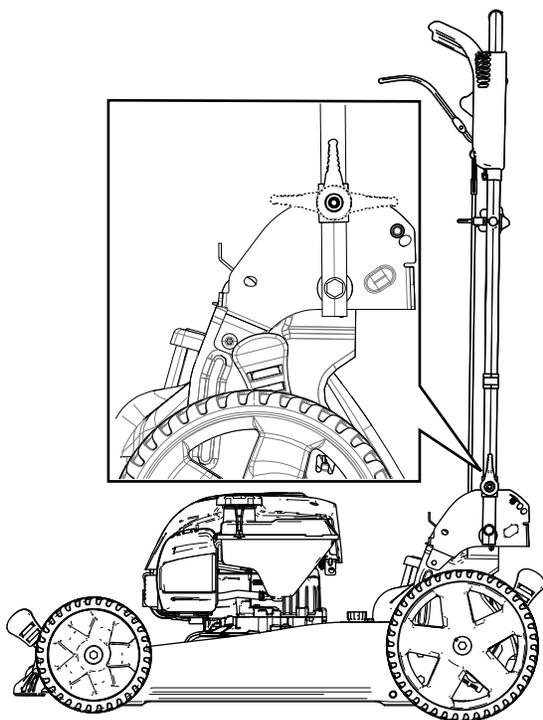

Figura 20
3. Piegate la stegola in avanti o in posizione verticale o in posizione completamente in avanti come illustrato in Figura 20.